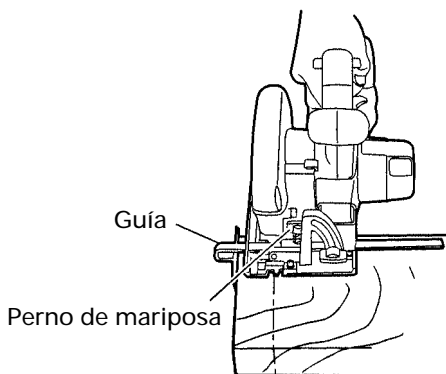

Fig. 12
4. Regulación de la guía (Fig. 12)